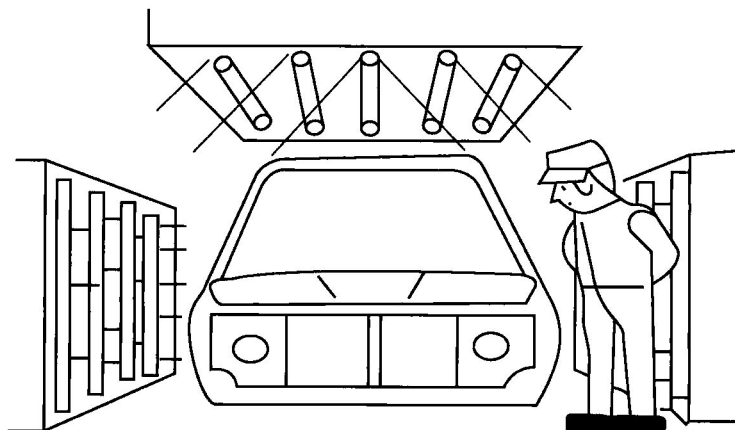

图 1-14 目视外观质量检验
f. 外观质量检验。面漆是整个涂层的最外面的一层, 当面漆喷涂完毕并干燥后, 需对整个涂装质量进行检验, 并对整个涂装过程进行总体评价。主要目视检查面漆表面有无划痕、灰尘颗粒、针孔、气泡, 如图 1-14 所示。而对整个涂层的附着力、硬度等指标的检测只进行抽样检测。